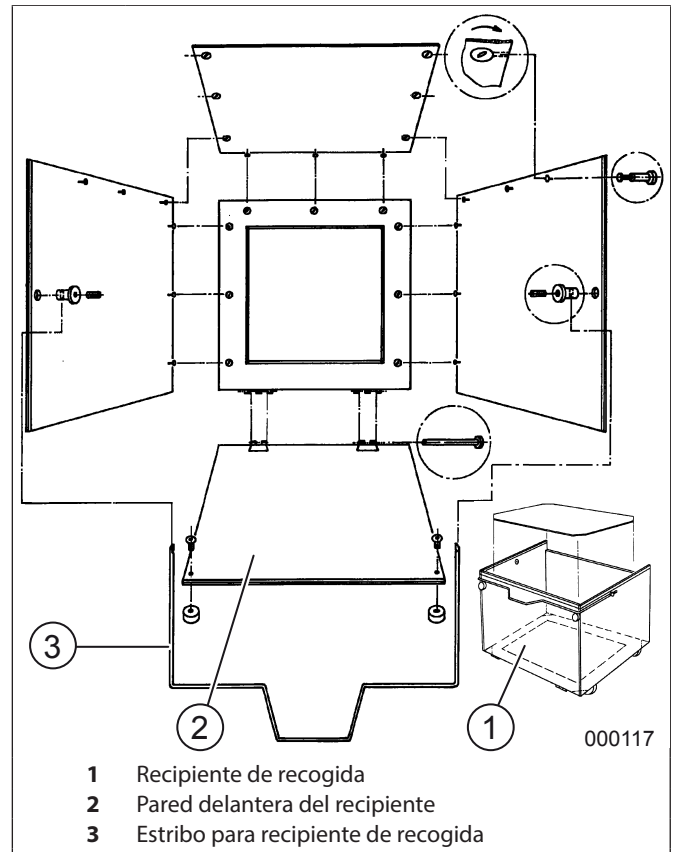

fig.2 Montaje del recipiente de recogida
3. Montar la pared delantera (fig.2/2) al marco de base con ayuda de los pernos de bisagra adjuntos (meter los pernos de bisagra por fuera en las bisagras).
4. Meter los pernos de articulación para los estribos por las paredes laterales, como indicado en la figura, y pasar el estribo (fig.2/3) por delante a los orificios de los extremos salientes de los pernos de articulación, meterlos atornillarlos allí fijamente con ayuda de los dos tornillos prisioneros.